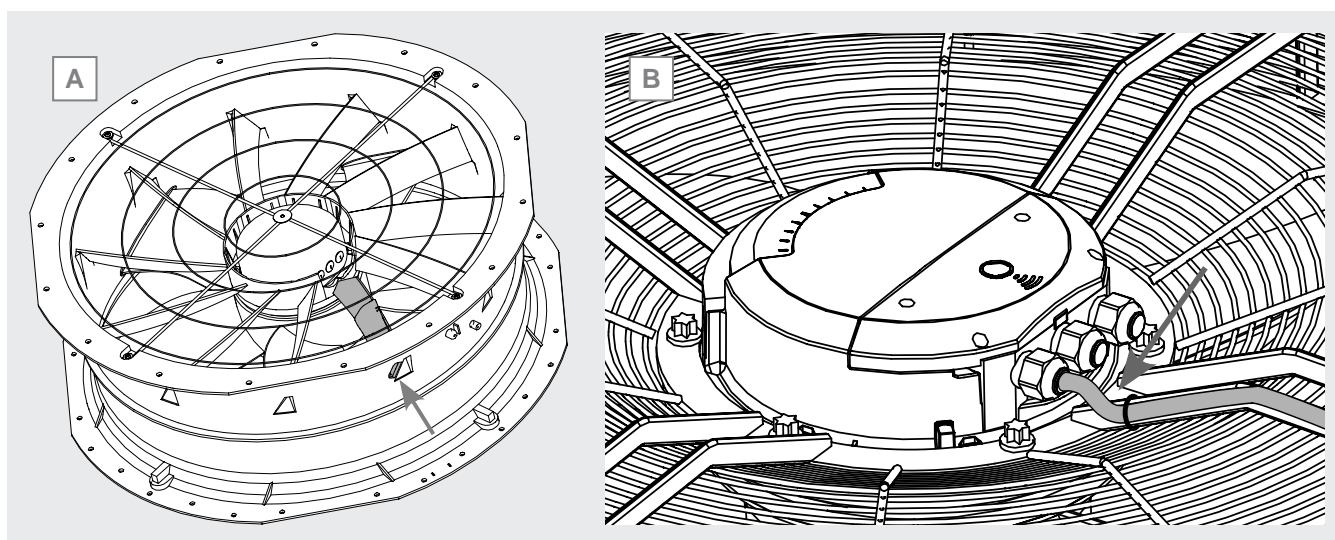

Figure 38
- 12.20.18 Fixer le câble d'alimentation à l'aide de colliers électriques sur la grille (moto-ventilateur radial ou plan) ou sur le guide-câble (moto-ventilateur avec buse intégrée). Voir la Figure 38 A.
- 12.20.19 Le câble entrant dans le presse-étoupe du boîtier électrique doit être fixé de manière à former un U. Voir la Figure 38 B.